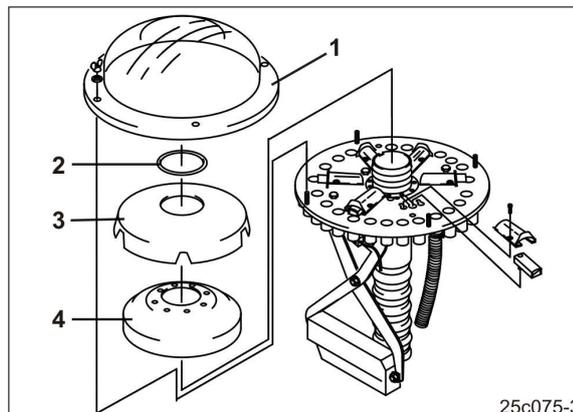

Fig. 112
1. Desmonte la cubierta exterior del distribuidor (Fig. 112/1).
2. Desmonte el aro (Fig. 112/2).
3. Desmonte la cubierta interior del distribuidor (Fig. 112/3).
4. Desmonte la pieza insertada de material esponjado (Fig. 112/4).